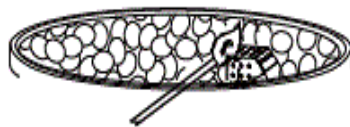

Figura 2
9. Se l'accenditore non accende il bruciatore (Figura 2)